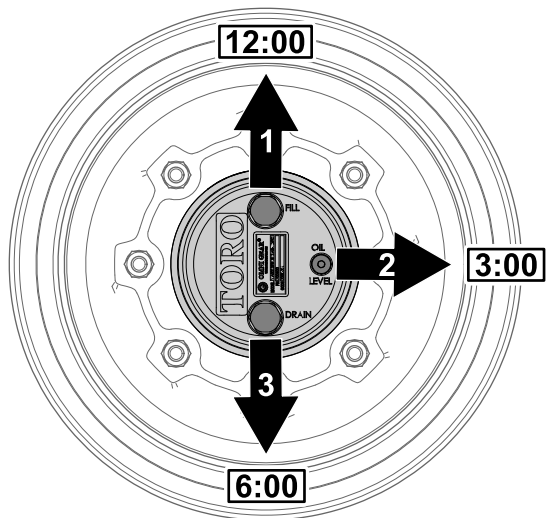

图 58
1. 将机器停放在水平地面上将车轮放置为加油塞在 12 点钟位置检查塞在 3 点钟位置排油塞在 6 点钟位置图 58。
1. 将机器停放在水平地面上将车轮放置为加油塞在 12 点钟位置检查塞在 3 点钟位置排油塞在 6 点钟位置请参阅 检查行星齿轮传动润滑油 (页码 45) 中的图 58。